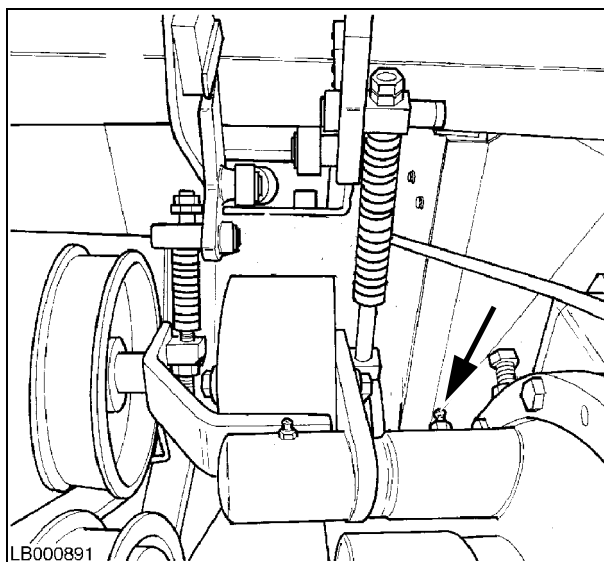

Рис. 44
**36.)- Рычаг натяжного устройства ремня привода молотилки Рис. 44**